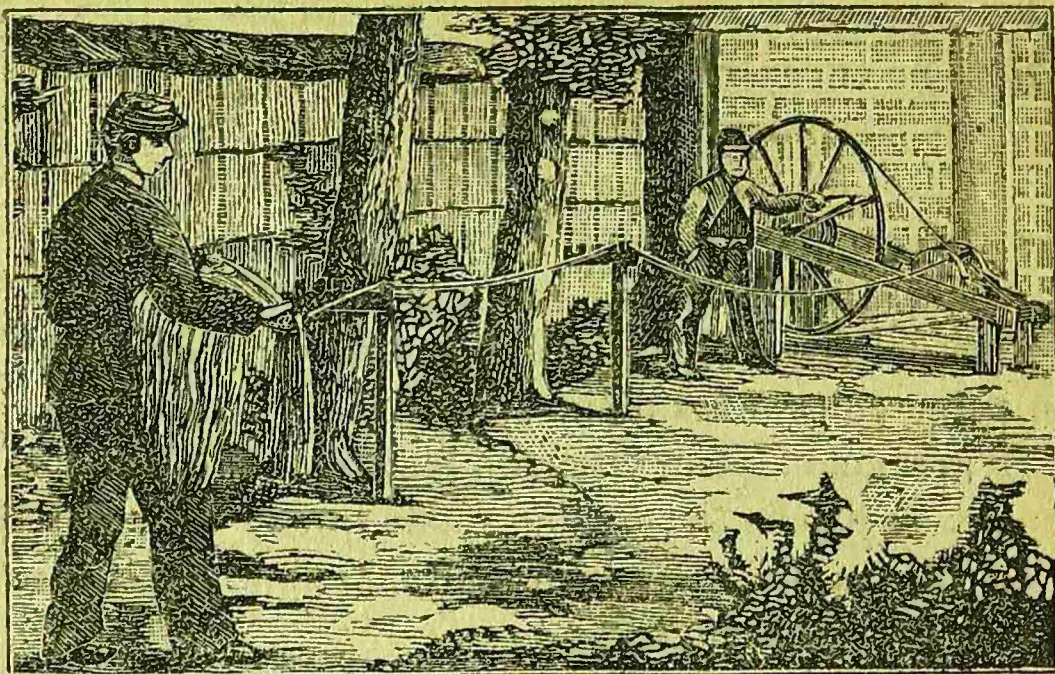

Fig. 87.
72.—Cuerdas.—La hilaza del cáñamo sirve también al cordelero que está en la orilla del camino (fig. 87): lo emplea para hacer cuerdas.